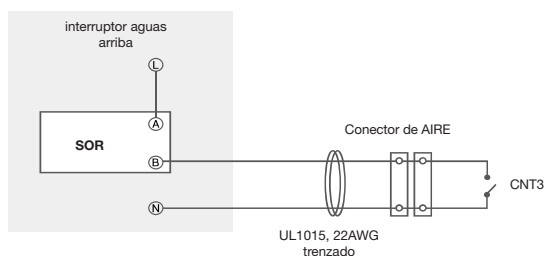

Figura 22. Circuito de control
- 1) Conecte los cables UL1015 22 AWG 105 °C 600 V desde la placa del sensor hasta el interruptor aguas arriba. Véase la figura 22.